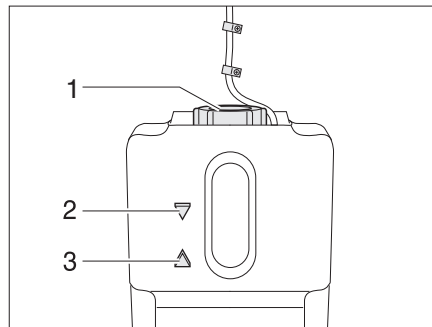

Fig. 374 Recipiente de compensación para la calefacción de agua caliente
- Comprobar si en el recipiente de compensación (Fig. 374) el líquido está entre las marcas "MIN" (Fig. 374,3) y "MAX" (Fig. 374,2).
- Abrir la tapa giratoria (Fig. 374,1) del recipiente de compensación.